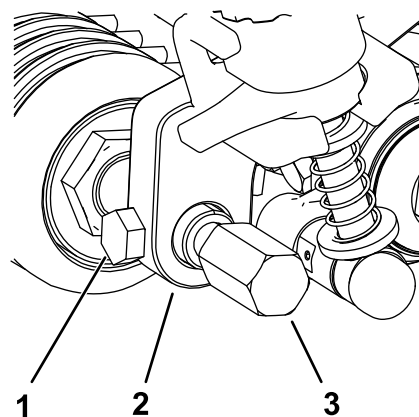

Рисунок 21
5. Вставьте и отцентрируйте вал переднего валика между кронштейнами высоты скашивания и закрепите его с помощью 2 крепежных винтов, снятых со старых кронштейнов высоты скашивания (Рисунок 21).
6. Установите ограничители механической щетки с обеих сторон вала переднего валика (Рисунок 21).